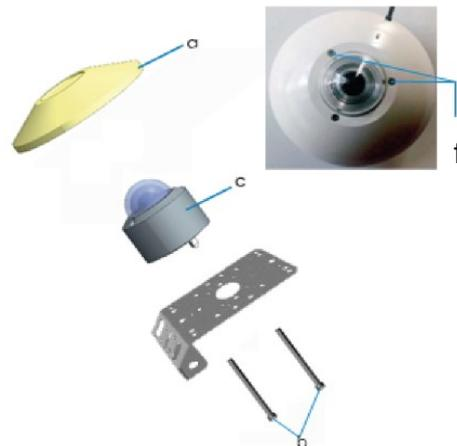

Fig. 36 Piranómetro instalado sobre placa de montaje con tornillos (“b”), insertado desde abajo
Para instalar un pirómetro, vea la fig. 36 en la pág. 41 y siga los pasos descritos a continuación:
1. Si fuera necesario, afloje los cuatro tornillos (“f” en la fig. 36 en la p. 41).
3. Coloque el pirómetro (“c” en la fig. 36) en su posición sobre la placa de montaje, ya sea en horizontal o en el plano del conjunto.